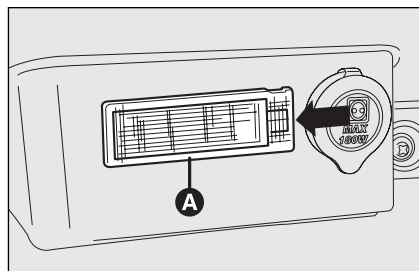

fig. 52
- ☐ saque la lámpara **A-fig. 52** haciendo palanca en el punto indicado por la flecha.
- ☐ vuelva a montar la lámpara de techo **A-fig. 52** introduciéndola correctamente primero por un lado y luego presionando por el otro hasta oír el “clic” de bloqueo.